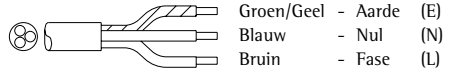

fig. 5
- (fig.5) Bij 220V-240V 1 fase/nul met stekker aansluiting.
- (fig.5) Bij 220V-240V 1 fase/nul (3 aderige kabel).
Het 3 aderige netsnoer (fig.5) heeft de volgende